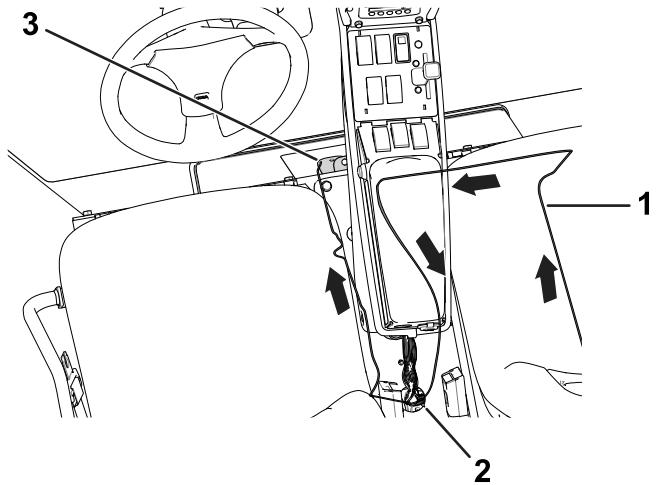
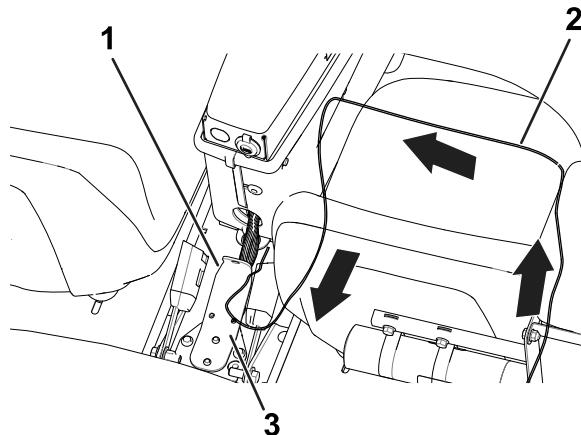

图 8
图 9
通过控制台开口沿现有线束布置管子 图 9。
通过控制台开口沿现有线束布置管子直至座椅底座的前面 图 8。
4. 用扎带将管子固定到现有线束 图 9或图 8。